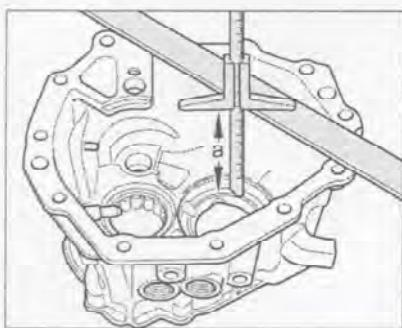

Рис. 7.245. Измерьте расстояние a на новом и старом корпусах подшипников.
1. Измерьте расстояние a на новом и старом корпусах подшипников (рис. 7.245).